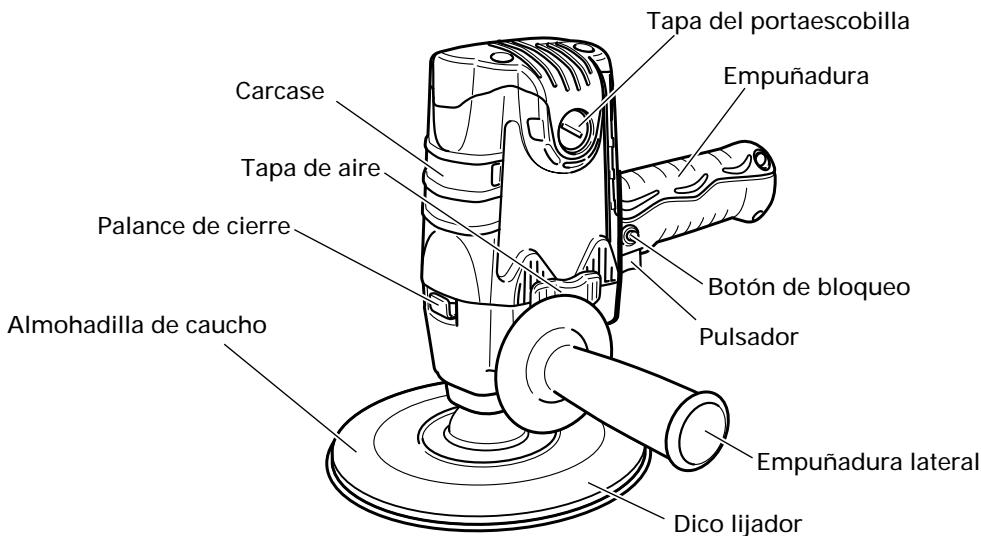

Fig. 1
1. Sujete firmemente la lijadora de disco por su carcasa y la empuñadura lateral. (Fig. 1)
Quite la tapa de la escobilla (Fig. 1) con un destornillador de punta plana. La escobilla podrá extraerse fácilmente.